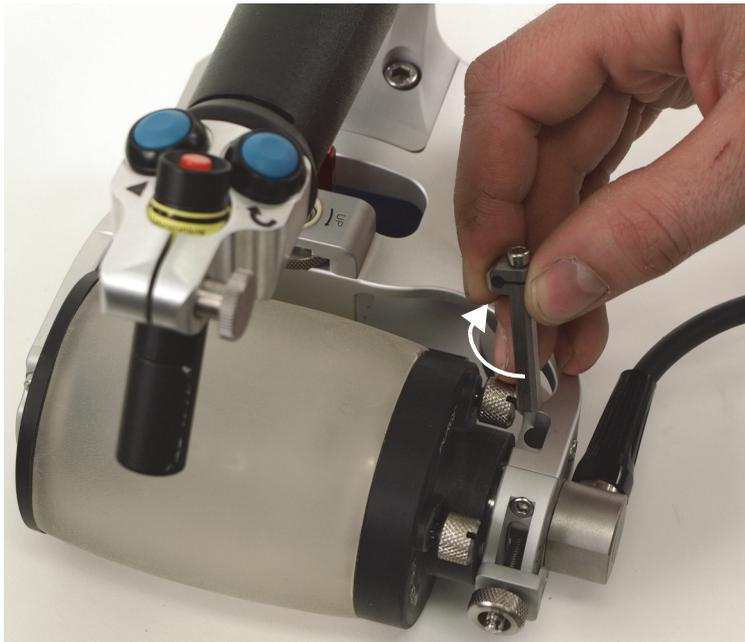

图 6-40 将备用编码器夹持取出并转动90°
9. (仅适用于非XL型号扫查器) 从存放孔中取出备用编码器夹持 (参见第112页的图 6-40)。